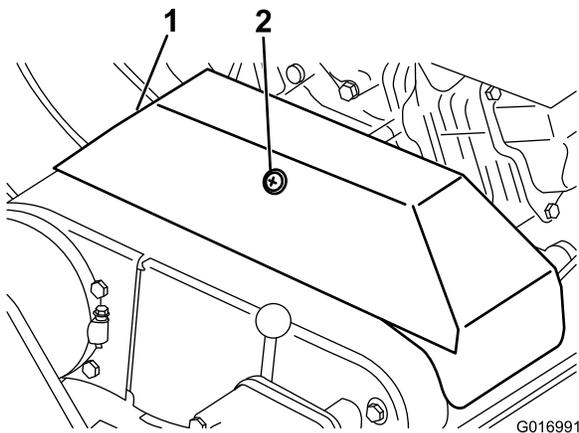

Рисунок 33
3. Выверните стопор, фиксирующий крышку клинового ремня, и откиньте крышку (Рисунок 33).